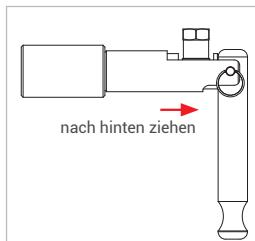

Abbildung 5
- Ziehen Sie leicht am Adapter (Roter Pfeil *Abbildung 5*) entgegen der Anschlussrichtung um sicherzustellen, dass der Adapter richtig angeschlossen ist.